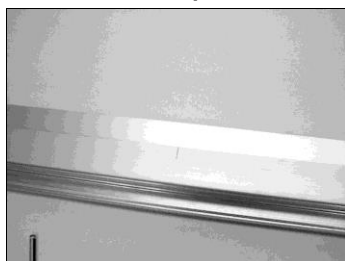

Fig. 1
- A. Trazar con un lápiz la línea de centro del bastidor y marco tanto en la parte móvil como en la fija (Fig. 1).